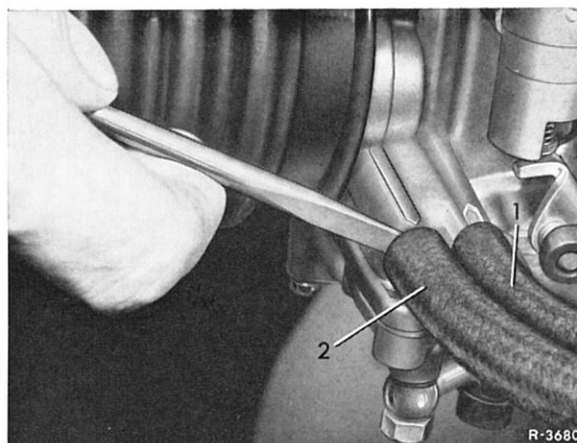

Bild 07-2/2
3 Heizungsschläuche (1) abnehmen. Um Wasserverlust zu vermeiden, sind die Schläuche mit einem Montagerohr miteinander zu verbinden (Bild 07-2/3).